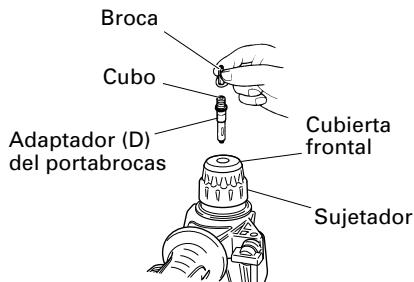

Fig. 11
**4. Cuando coloque tornillos para metal (Fig. 11)**
- No intente utilizar el martillo perforador con la función de rotación y golpeteo con el adaptador del portabrocas (D) y la broca instalados.
**5. Atornillando tornillos para madera (Fig. 11)**